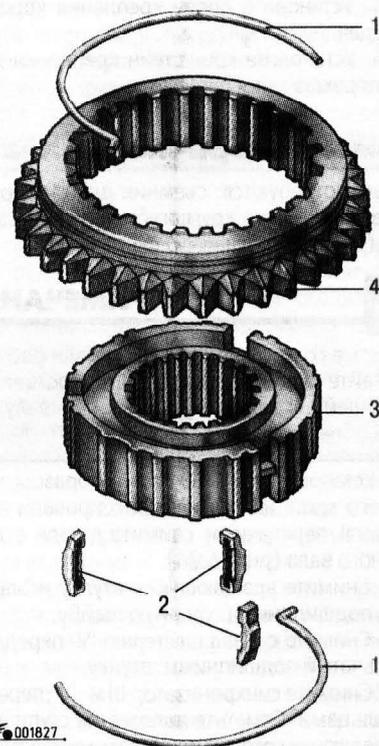

Рис. 5.30. Синхронизатор I и II передач: 1 - пружина; 2 - сухари; 3 - ступица синхронизатора; 4 - скользящая муфта
2. Поддев отверткой, снимите две пружины 1 (рис. 5.30).